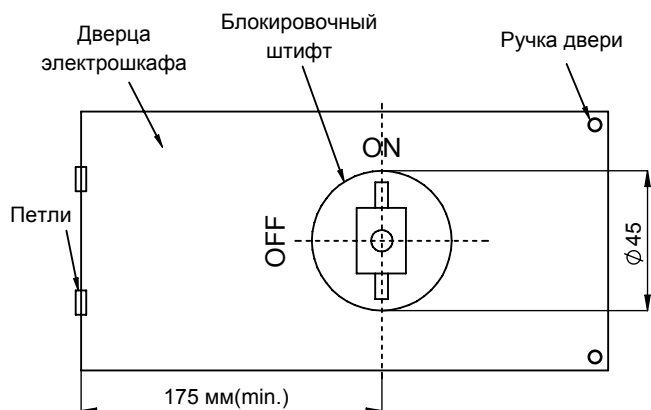

Рис. 1
4. Как показано на рис. 1 - блокировочный штифт должен находиться в горизонтальном положении в то время, как переключатель находится в положении OFF.